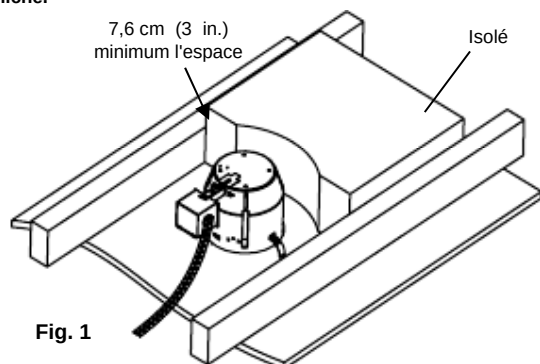

Fig. 1
À NOTER : ce luminaire comporte une niche conçue pour les plafonds non isolés. Ne pas installer d'isolant à moins de 7,6 cm (3 in.) de la niche. (Fig. 1) De plus, la niche doit être installée à une distance d'au moins 1,27 cm (½ in.) de toute matière combustible, tels une solive ou un plancher en bois. La cloison du plafond est exclue de cette règle et peut être en contact avec la partie inférieure de la niche.
2. Retirez l'isolant de manière à permettre un dégagement de 7,6 cm (3 in.), tel qu'indiqué dans la partie « **MISE EN GARDE** », au début du mode d'installation. (Voir Fig. 1)